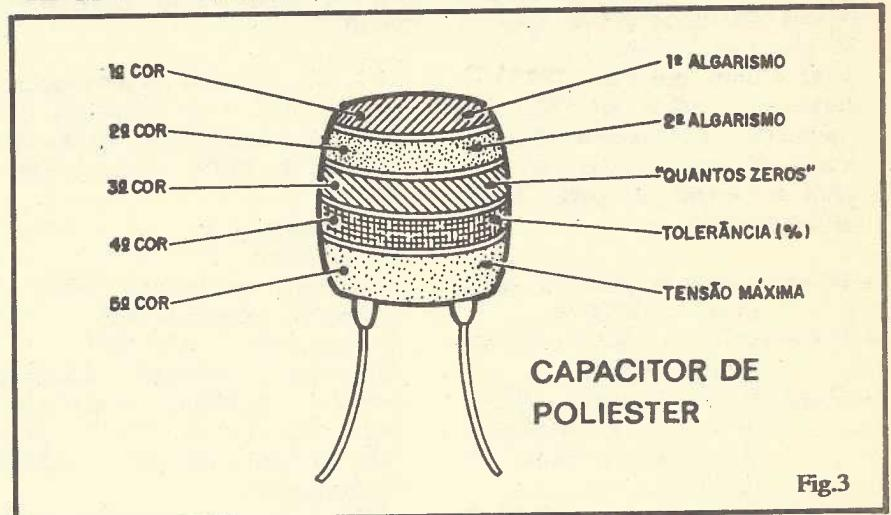

Fig.3
- FIG. 3 - Bem ampliado, para que a visualização fique mais fácil, temos um capacitor de poliéster com sua marcação de valor feita através do **código de cores**. Notar que as "cores" estão "simuladas" através de vários padrões gráficos (infelizmente não dá para imprimir o miolo de ABC em cores...). Vocês não iriam gostar nadinha do preço da Revista...). O importante é notar que são **CINCO** as faixas coloridas aplicadas ou "pintadas" no componente, devendo ser sempre lidas "do topo para as pernas" da peça, da seguinte maneira: